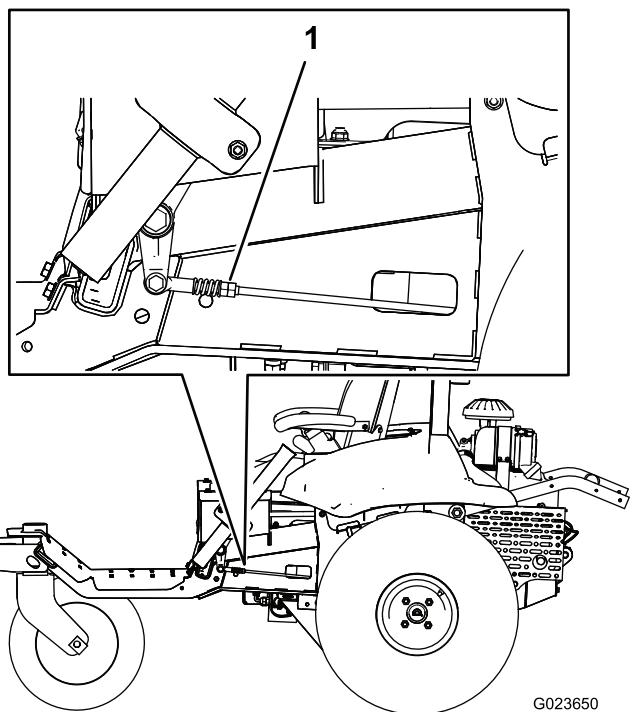

Figura 61
- Num lado da máquina, lentamente rode as porcas duplas na ligação (Figura 61) até a roda desse lado começar a rodar, depois rode as porcas duplas na direção oposta até a roda rodar na outra direção.